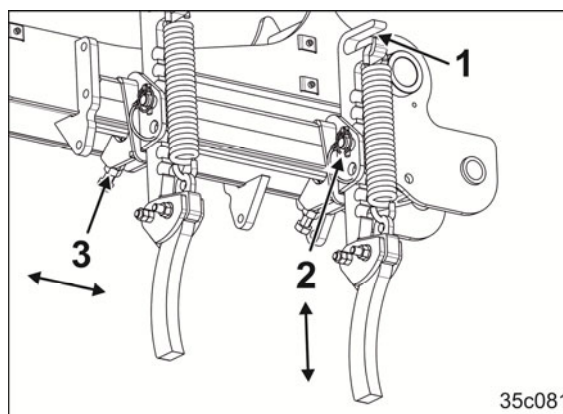

Fig. 195
1. Kontraspænd skruen (Fig. 195/3) efter indstilling af sporløseren.
1. Hold sporløsnere fast på håndtaget (Fig. 195/1).
2. Fjern bolten (Fig. 195/2).